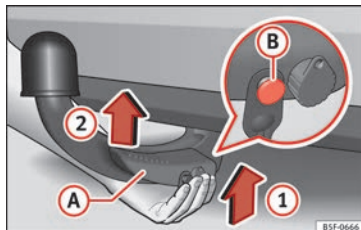

Abb. 223 Anbringen abnehmbaren Kugelkopf/Entriegelungsbolzen im entfalteten Zustand
- Den abnehmbaren Kugelkopf **von unten** » Abb. 223 halten und in die Hakenaufnahme